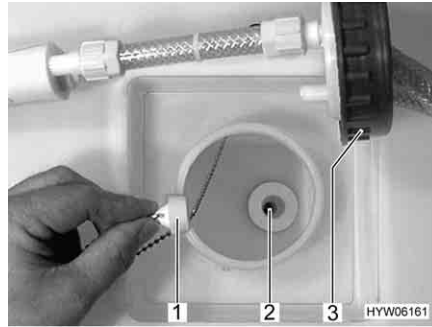

Fig. 126 Serbatoio dell'acqua
- Svitare il coperchio (Fig. 126,3) del serbatoio dell'acqua.
- Estrarre il tappo di chiusura (Fig. 126,1) dall'apertura di scarico (Fig. 126,2). L'acqua fuoriesce.